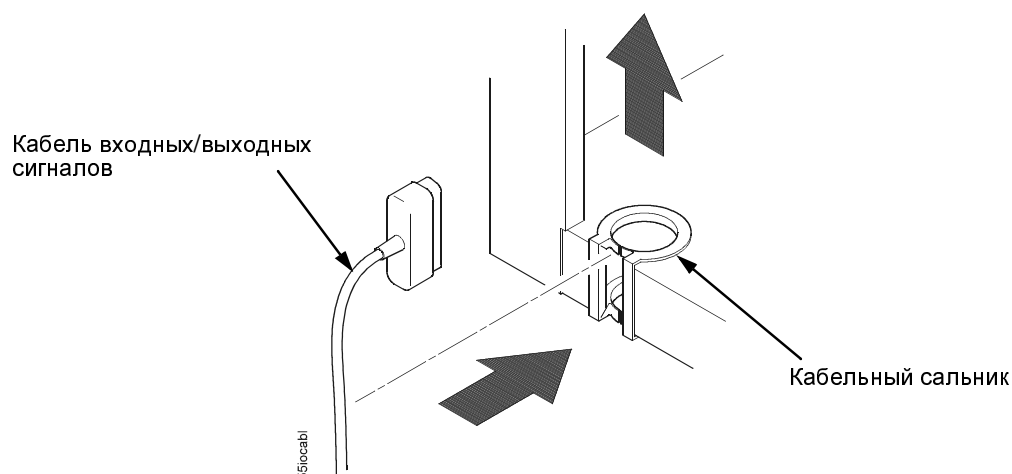

**Рисунок 13. Прокладка кабеля входных/выходных сигналов и кабеля питания перем. током**
6. Пропустите кабель питания через отверстие в заднем нижнем углу шкафа (см. Рисунок 13). Пропустите кабель питания через скобу, с которой соединена пневматическая пружина.